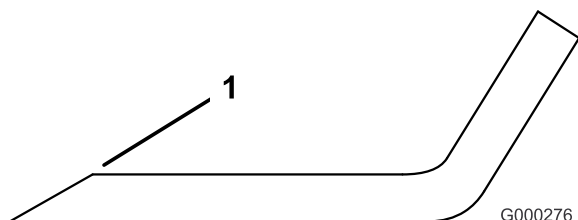

Figure 60
1. Au moyen d'une lime, aiguiser les tranchants à chaque bout de la lame (Figure 60). Veillez à conserver l'angle de coupe d'origine. Limez la même quantité de métal sur chacun des deux tranchants pour ne pas déséquilibrer la lame.